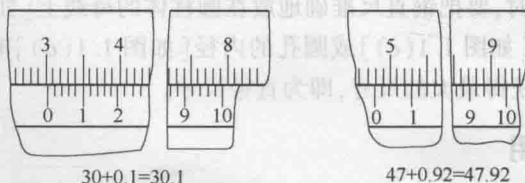

图 1.4 0.02 mm 游标卡尺的尺寸读法
- (1) 读整数, 即读出游标零线左面尺身上的整毫米数;
- (2) 读小数, 即读出游标与尺身对齐刻线处的小数毫米数;
- (3) 把两次读数加起来: $30 + 5 \times 0.02 = 30.1$ mm, 如图 1.4 所示。